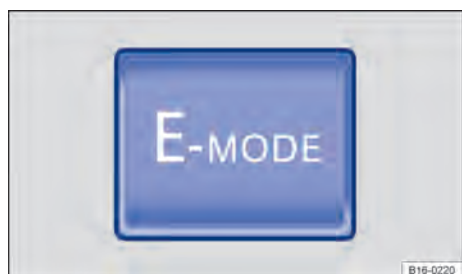

Fig. 21 Na parte inferior do console central: botão para o modo de condução E-MODE.
Para *ativar* ou *desativar* o modo de condução E-MODE, pressionar o botão ⇒ Fig. 21.
- O botão para o modo de condução E-MODE ⇒ Fig. 21 foi pressionado uma segunda vez.